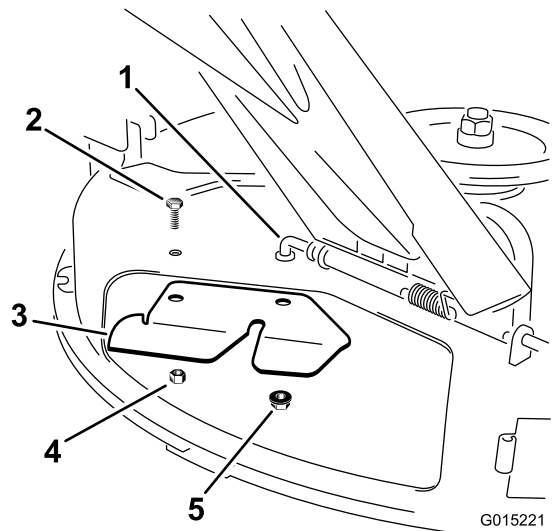

Figura 20
3. Instale la placa deflectora en la parte inferior de la carcasa (Figura 20). Sujétela con las fijaciones que retiró anteriormente.